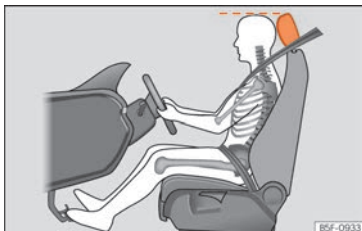

**Fig. 84** Corretto posizionamento del poggiatesta del conducente.
- Regolare il poggiatesta portando il suo bordo superiore alla stessa altezza della parte superiore della testa » **fig. 84.**